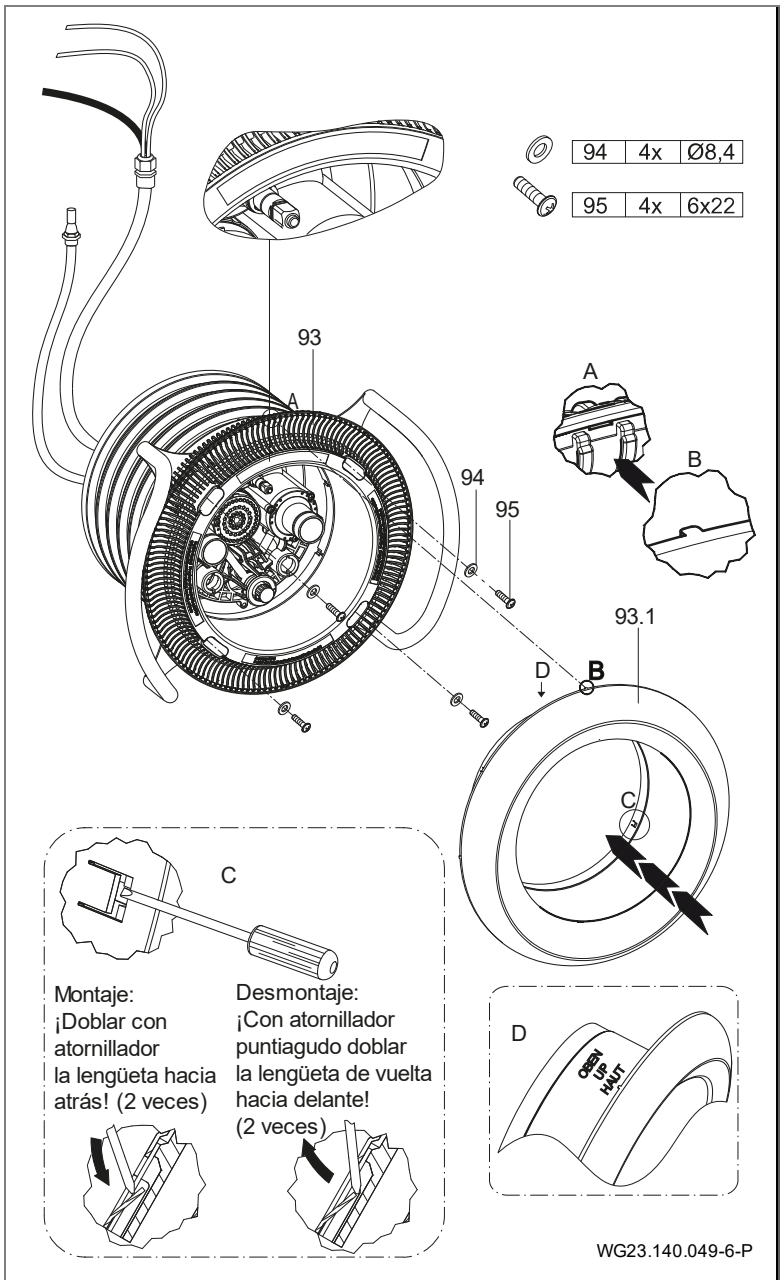
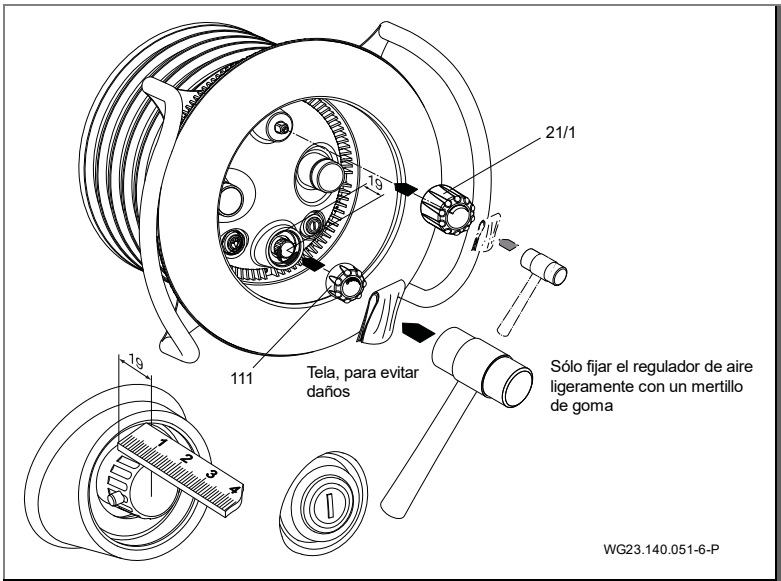

Fig. 18
Fig. 20
Primavera Deluxe: Inserte por presión con cuidado los pulsadores piezo con dos juntas tóricas montadas en la carcasa de pulsadores premontada de la carcasa de las boquillas. Dado el caso, utilice vaselina con medio auxiliar. (Fig. 18)
9. Colocar la placa de aspiración (93) sobre el anillo tensor (28) y asegurarla con cuatro arandelas (94) y cuatro tornillos con rosca cortante (95). (Fig. 18)
11. Alinear la cubierta de luz (110) centrada en la caja de boquillas (102.1) y fijarla con cuatro tornillos con rosca cortante (112). (Fig. 20)
1. Quitar la caperuza para la regulación de cantidades (21/1) y de aire (111). En BADU JET Primavera Deluxe, antes de extraer la tapa debe soltarse el tornillo prisionero. Ver "Fig. 20".
2. Aflojar los tornillos de rosca (112) y extraer la cubierta de luz (110).
3. Doblar hacia delante las dos lengüetas de flexión de la placa de acero inoxidable y retirar la placa. Ver "Fig. 18".
4. Aflojar los tornillos de rosca (95) y extraer la placa de aspiración (93) y la empuñadura (70).
5. En caso necesario, aflojar los tornillos de rosca (61). Extraer la carcasa de las boquillas (102.1). Para ello, observar la tubería de aire interior (4) fijada en la carcasa empotrada (1).
6. Soltar los tornillos (52). Retirar la manilla (70), el anillo tensor (28) y la junta del anillo tensor (27).